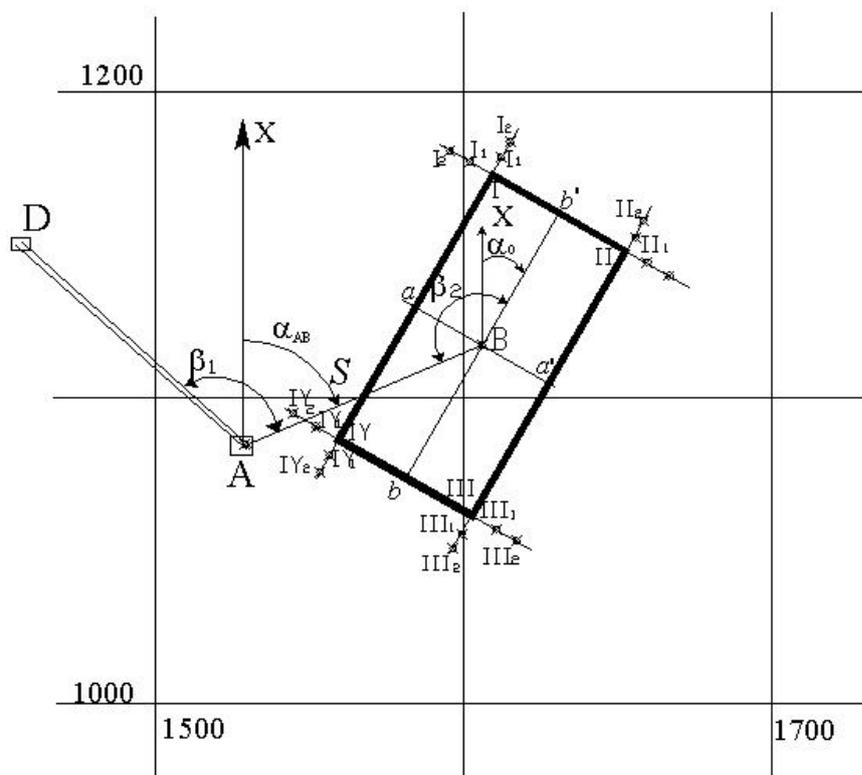

Рисунок 1. Пояснительная схема к проекту разбивки здания на промышленной площадке карьера.
В соответствии с генеральным планом промышленной площадки карьера требуется перенести в натуру здание размером 110x50,0 м. Координаты центра (**B**) здания ( $X_B, Y_B$ ) и дирекционный угол ( $\alpha_0$ ) продольной оси здания приведены в таблице 2. Проект разбивки здания составить на миллиметровке в масштабе 1:1000 (см. рисунок 1).
откладывают горизонтальное проложение  $S$  и фиксируют на промышленной площадке точку  $B$ . (рис.1).
6) Разбивка в натуре углов здания ( $I, II, III, IV$ ) производится от осей здания. Устанавливают теодолит в точке  $a$ , визируют на точку  $B$  откладывают угол  $90^\circ$  и половину продольного размера здания и закрепляют на площадке точку  $I$ . Затем откладывают угол  $90^\circ$  в противоположную сторону и половину продольного размера здания и фиксируют в натуре точку  $II$ . Аналогичным образом закрепляют на промышленной площадке углы здания  $III$  и  $IV$ . Контроль разбивки здания осуществляется по створности линий  $I-a-IV$  и  $II-a'-III$  (см. рисунок 1). При этом отклонение от створа не должно превышать  $\pm 5$  мм.
7) Закрепление строительных осей стен здания производится методом створной выноски. Каждая из четырех осей здания закрепляется 4 пунктами - по 2 пункта с каждой стороны (см. рисунок 1).